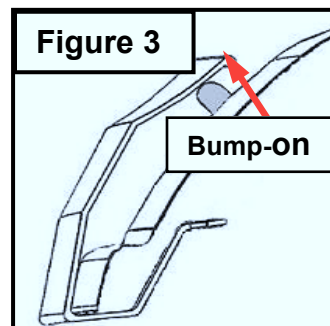

Figure 3
- Attach rubber bump-on to the factory hood where the corners of the Hood Shield are closest to the hood. **(Figure 3)** **Clean area first with isopropyl alcohol and remove adhesive backing from bump-on and apply to hood.**
6. Installez les butoirs en caoutchouc sur le capot original ou les coins du protecteur de capot sont les plus près du capot. (**Figure 3**) **Nettoyez la surface avec de l'alcool isopropylique et enlevez l'endos protecteur du butoir pour ensuite l'appliquer sur le capot.**